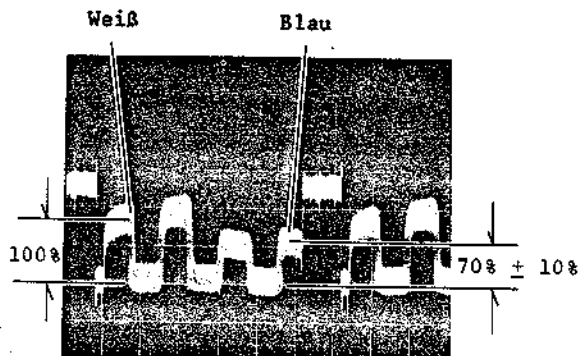

Abb. 4-7 Matrix-Abgleich
**(6) Matrix (Abb. 4-7, 4-52)**